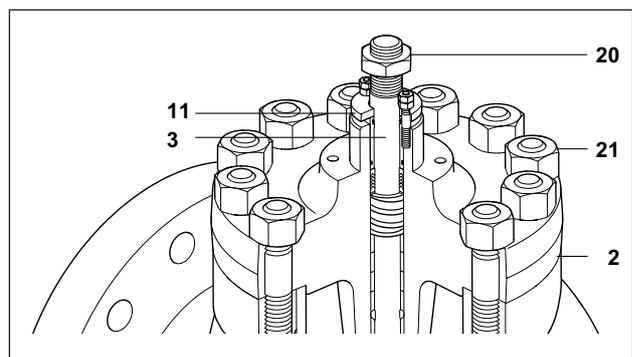

Bild 12
- Auf das Gewinde des Stopfbuchsmutter (11 – Bild 12) etwas Schmiermittel aufbringen und sie dann mehrere Drehungen in das Ventiloberteil reindrehen ohne daß die Stopfbuchspackung komprimiert wird. Zu diesem Zeitpunkt reicht es, wenn die Stopfbuchspackung lose angezogen ist.
- Die Stopfbuchsmutter (11 – Bild 12) muss erst fest angezogen werden, wenn das Oberteil – wie in Kapitel 5.6 beschrieben – korrekt befestigt worden ist.
- Mit einer geeigneten Hebevorrichtung das Oberteil entfernen (3 – Bild 12) entfernen.